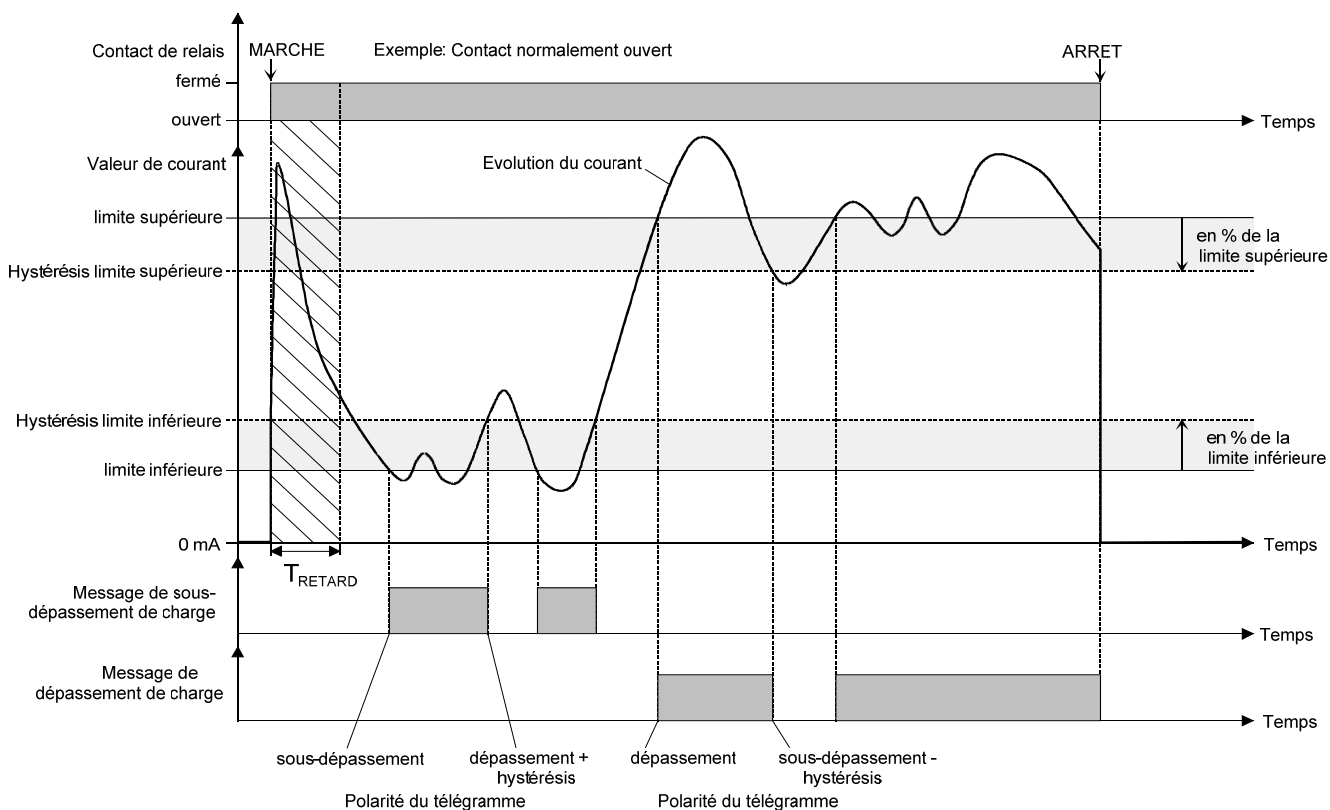

Fig. 17: Surveillance de charge avec limites de charge fixes (exemple d'évolution du courant)
Afin d'augmenter la tenue aux parasites lors du processus de signalisation (suppression de petites variations de courant), on peut prédéfinir une hystérésis séparément pour chaque valeur limite du courant. Ces hystérésis découlent de manière relative des valeurs limites de courant suite à une introduction de paramètre fixe dans l'ETS (voir Fig. 17 & 18). En outre, un retard ( $T_{\text{RETARD}}$ ) peut être paramétré pour la mesure de courant après une commutation (commutation d'ouvert à fermé), suite à quoi l'évaluation de la surveillance de charge est retardée et un antirebond des courants d'enclenchement devient possible. Pendant ce retard, aucune mesure de courant n'a lieu, de sorte que la valeur de courant est mise à "0 mA" pendant ce temps.
- La surveillance peut se faire avec des limites de charge paramétrées de manière fixe dans l'ETS. Les limites de charge sont librement définissables indépendamment du courant de charge (voir Fig. 17).
- Les télégrammes de messages sont envoyés au bus dès qu'un dépassement vers le haut ou vers le bas des valeurs limites ou des hystérésis se produit (voir Fig. 17 + 18). Ce n'est que si les valeurs limites sont dépassées vers le haut ou vers le bas après un retour de la tension de bus ou après un processus de programmation ETS que l'actionneur envoie également des télégrammes de messages selon la polarité paramétrée dès que le "Retard après retour de la tension de bus" a expiré. Dans le cas contraire, aucun télégramme de message n'est envoyé après une réinitialisation.